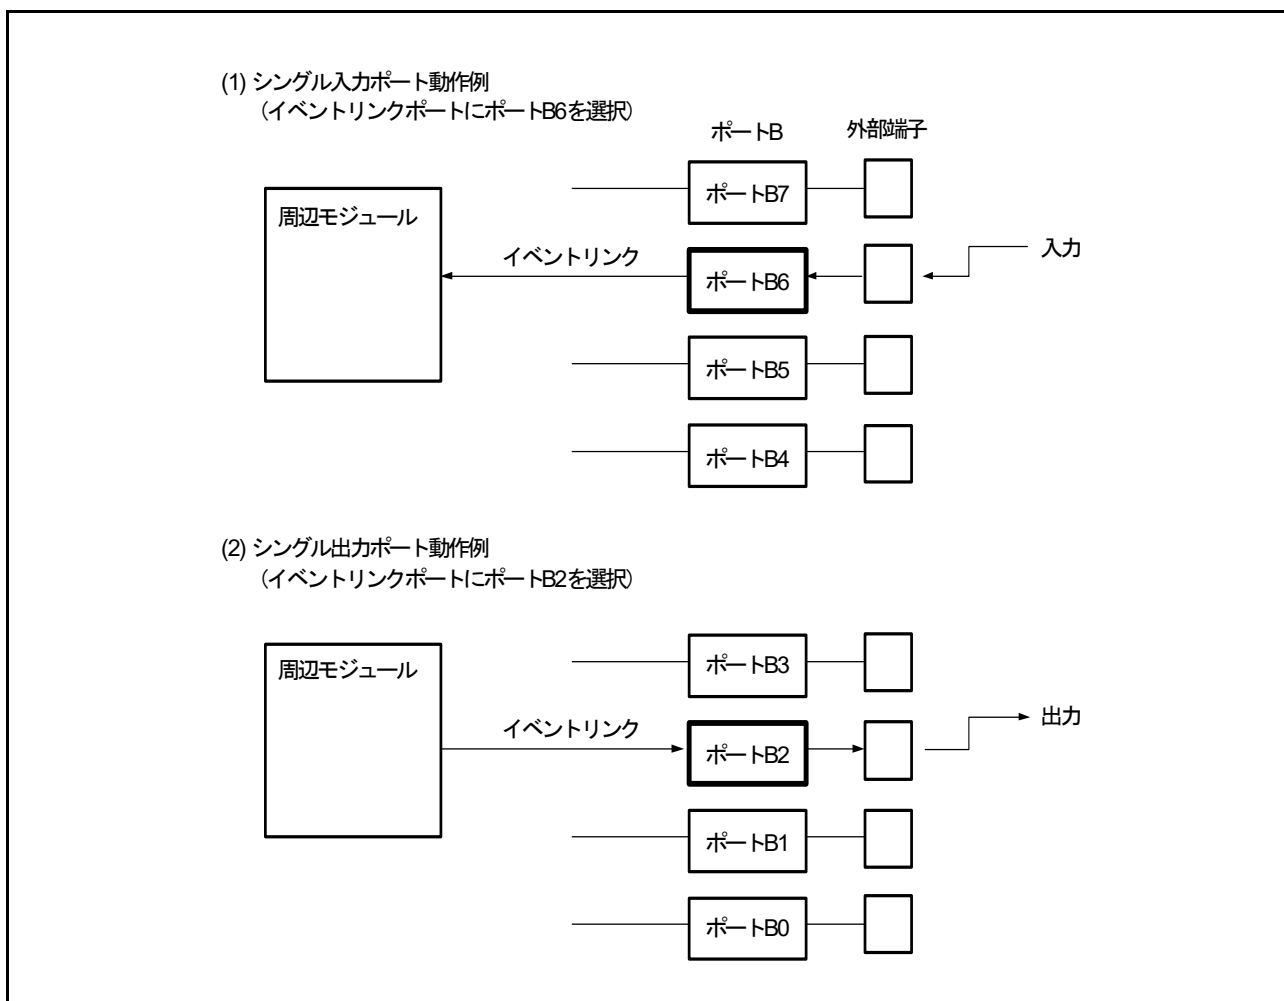

図 16.3 シングルポートのイベントリンク動作（ポート B の場合）
PDR レジスタで入力に設定されているシングルポートは当該ポートに接続している外部端子（外部ピン）の信号値の変化により、イベントを発生します。イベント発生条件は、PELn レジスタで設定します。図 16.3(1) にシングル入力ポートのイベントリンク動作を示します。
PDR レジスタで出力に設定されているシングルポートにイベントが入力されると、PELn レジスタの設定により、当該ポートに接続している外部端子（外部ピン）の信号が変化します。これにより、当該ポートに接続している外部端子（外部ピン）の信号値が変化します。図 16.3(2) にシングル出力ポートのイベントリンク動作を示します。